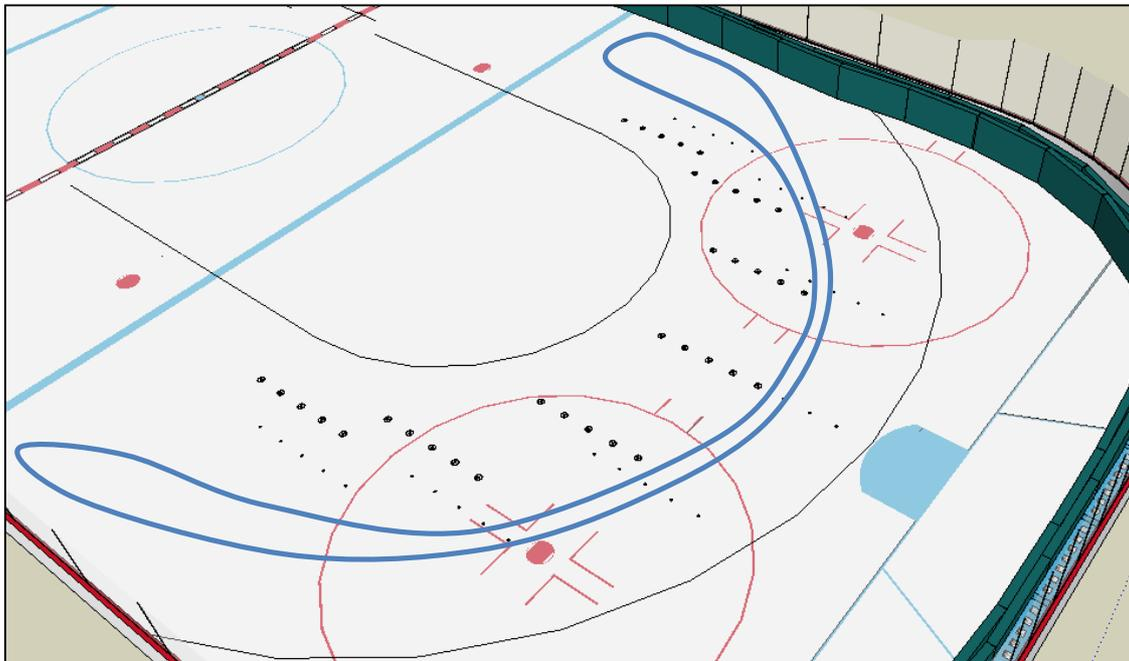

Figure 7. Passage du « squeegee » pour pousser l'eau de l'ancien tracé vers le nouveau et, par le fait même, remplir les craques de l'ancien tracé.
- Passer lentement le « squeegee » pour pousser l'eau de l'ancien tracé au nouveau tracer et par le fait même remplir les craques sur l'ancien tracé (figure 7). Si la glace est trop molle et qu'il y a beaucoup de neige dans l'eau, enlever le tout en ramenant la neige sur le côté de la bande à l'entrée du virage pas dans les matelas;